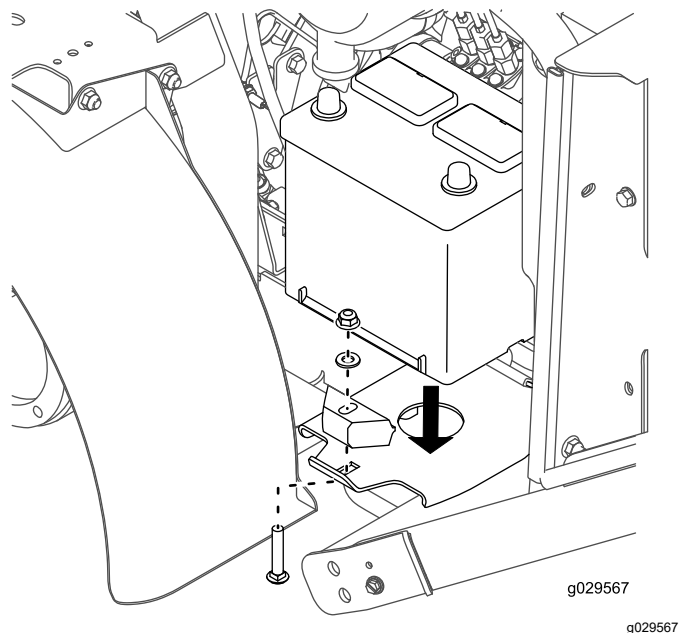

Figura 25
8. Montate, senza fissarla saldamente, la batteria sulla base della batteria con il bullone a testa tonda, il dispositivo di fissaggio, la rondella e il dado precedentemente rimossi (Figura 25).